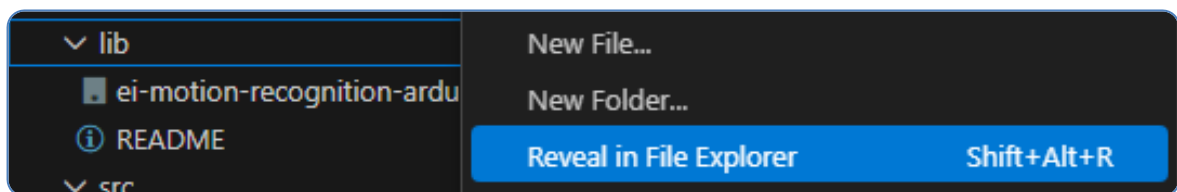

Рис. 14.1. Папка для розміщення архіву з бібліотекою
- б. Відкрийте папку «lib» (рис. 14.1) проекту PlatformIO для ESP32 та перемістіть у неї ZIP-архів.